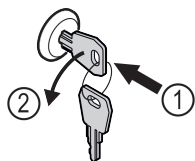

Fig. 162
- ▶ Inserire la chiave. Fig. 162 (1)
- ▶ Ruotare la chiave di 90° in senso antiorario. Fig. 162 (2)